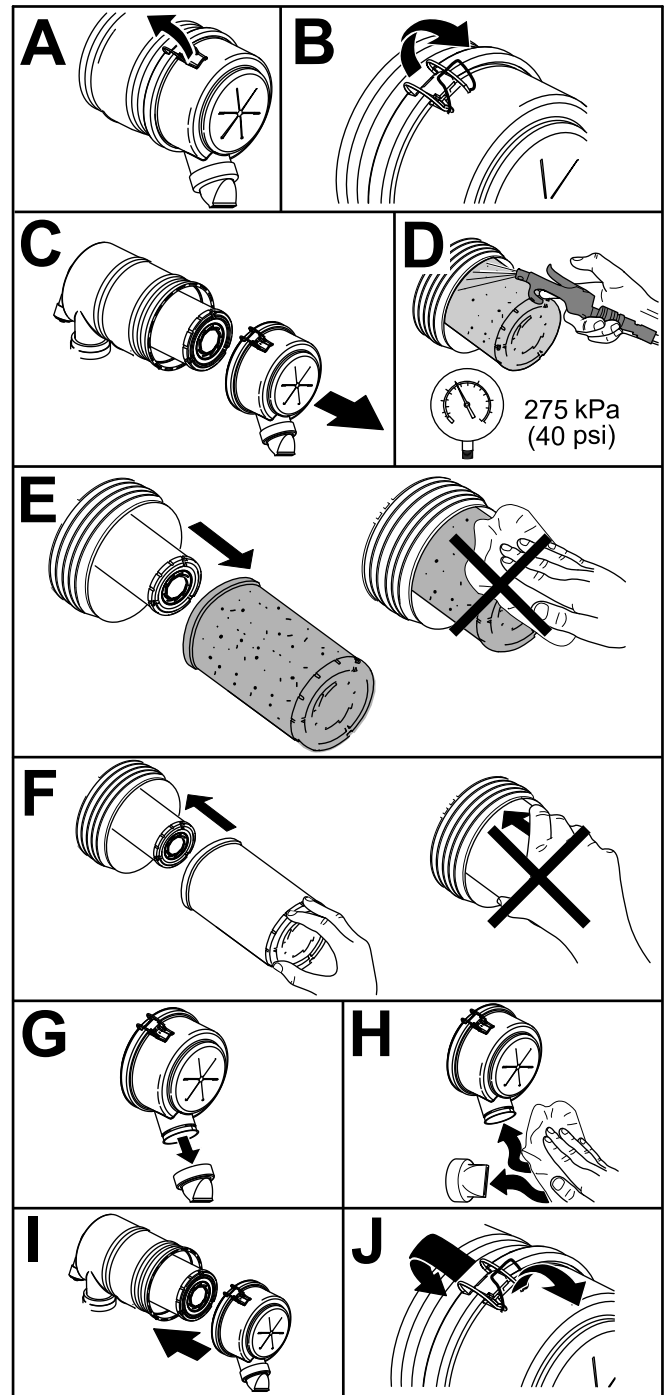

Figura 57
1. Cambie el elemento del filtro de aire (Figura 57).